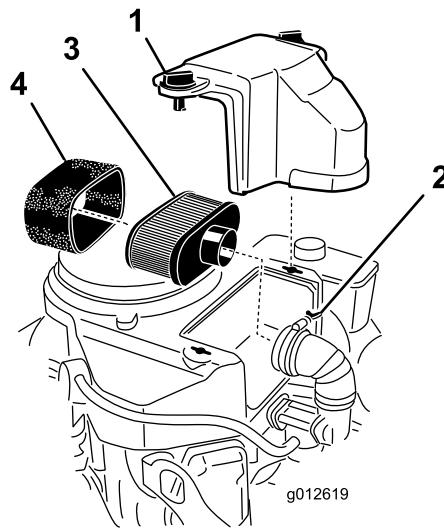

Figure 39
- Nettoyez la surface autour du filtre à air pour éviter que des impuretés n'endommagent le moteur en tombant à l'intérieur (Figure 39).
- Desserrez les boutons du couvercle et déposez le couvercle du filtre à air (Figure 39).
- Desserrez le collier et déposez le filtre à air (Figure 39).
- Sortez délicatement l'élément en mousse de l'élément en papier (Figure 39).
1. Glissez délicatement l'élément en mousse sur l'élément en papier (Figure 39).
2. Posez le filtre à air complet sur sa base ou sur le flexible et fixez-le en position (Figure 39).
3. Mettez le couvercle du filtre en place et serrez le bouton (Figure 39).